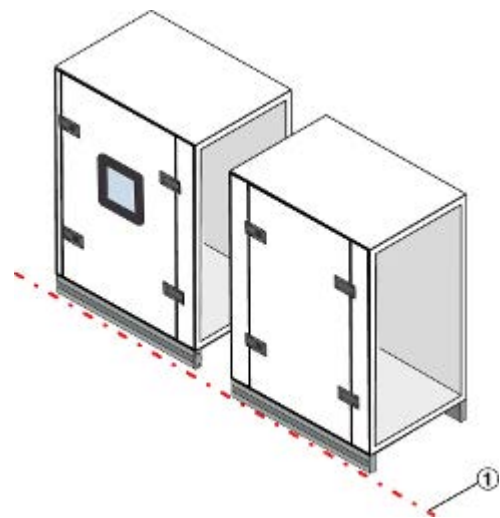

Fig. 12: Alineación de módulos
5. ▶ Alinee las unidades de la carcasa de la UTA de manera que queden a ras entre sí (Fig. 12 /1).